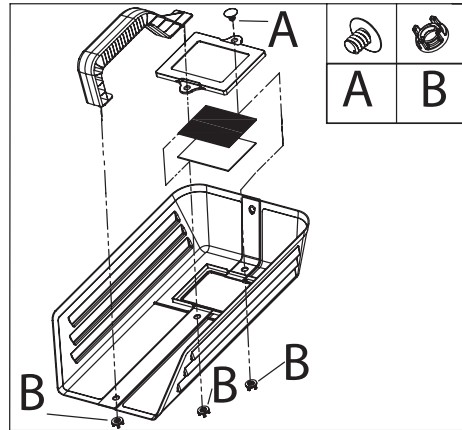

Fig.2
- Pour assembler l'écran de protection pour le visage (FIG. 2), placer avant tout l'écran de protection en plastique dans le logement spécial en le fixant par les deux vis de fermeture. Positionner la poignée en la fixant dans le logement du corps de protection, la presser énergiquement et la tourner de 90° jusqu'à ce qu'elle atteigne le trou dans le corps de protection.
- Si on utilise des bouteilles (S), il faut enlever le couvercle de protection en plastique du sommet fileté de la bouteille et serrer bien le réducteur du gaz (T) dans le sens des aiguilles d'une montre (ne pas serrer le réducteur trop énergiquement).
- Insérer le tube en plastique du gaz (fig. 2, Q) dans le réducteur (l'introduire pour tou-